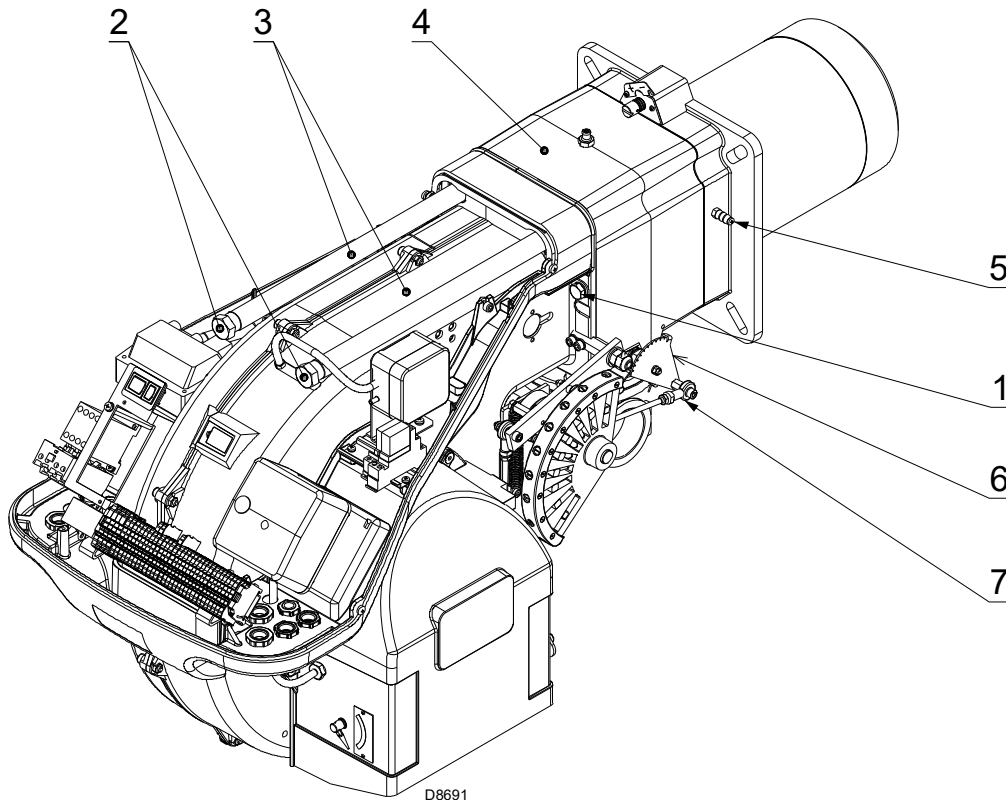

Abb. 17
- das Kabel des Fühlers und der Elektrode einführen sowie den Brenner bis zur in Abb. 17 gezeigten Position schieben;